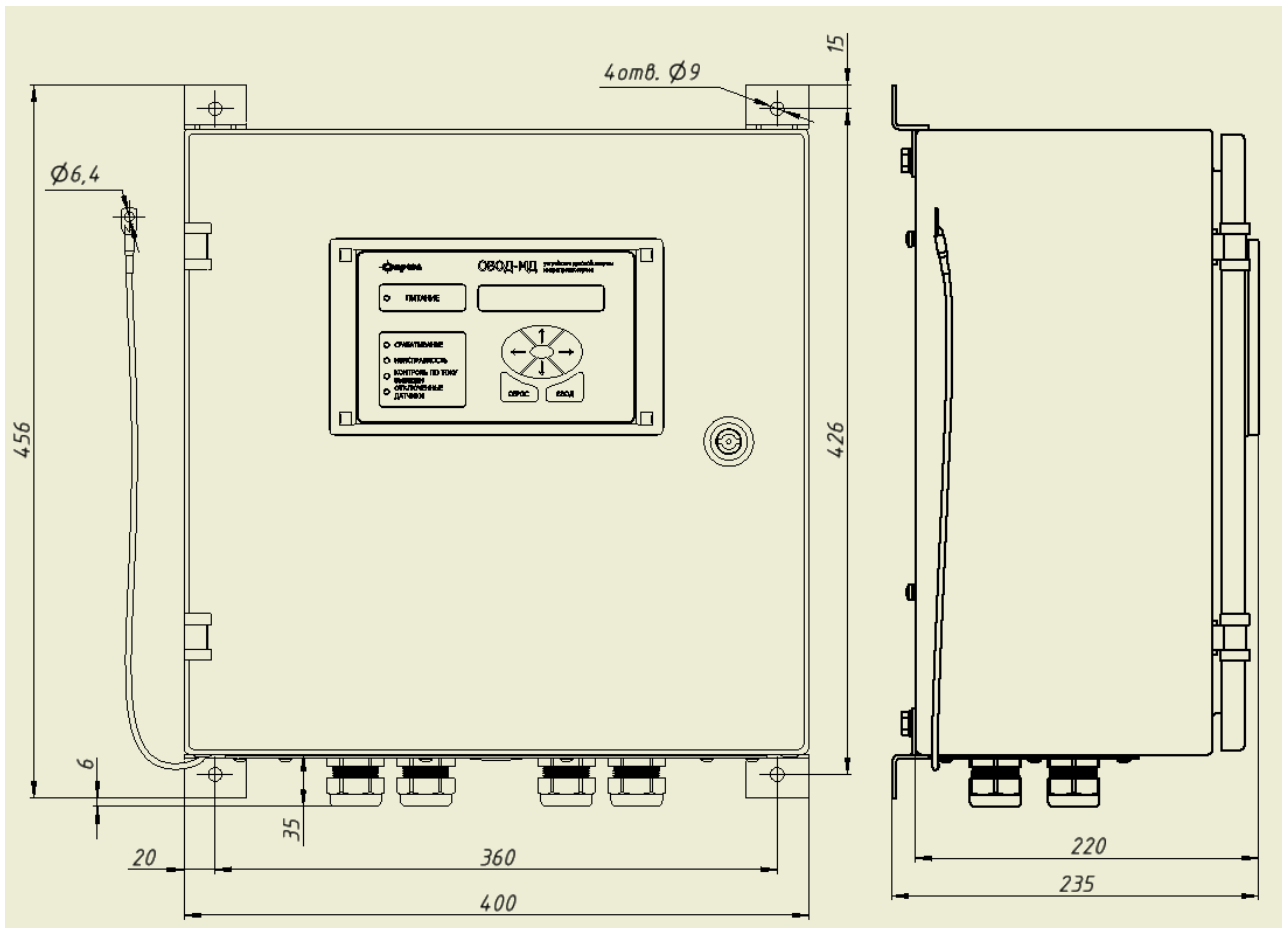

Рис. 1.2. Габаритные размеры БПМ
2.3.1. Для вариантов исполнения «00» и «01» закрепить устройство (БПМ) с помощью четырех болтов М6 мм, входящих в комплект поставки, согласно разметке, указанной на рис. 1.2.